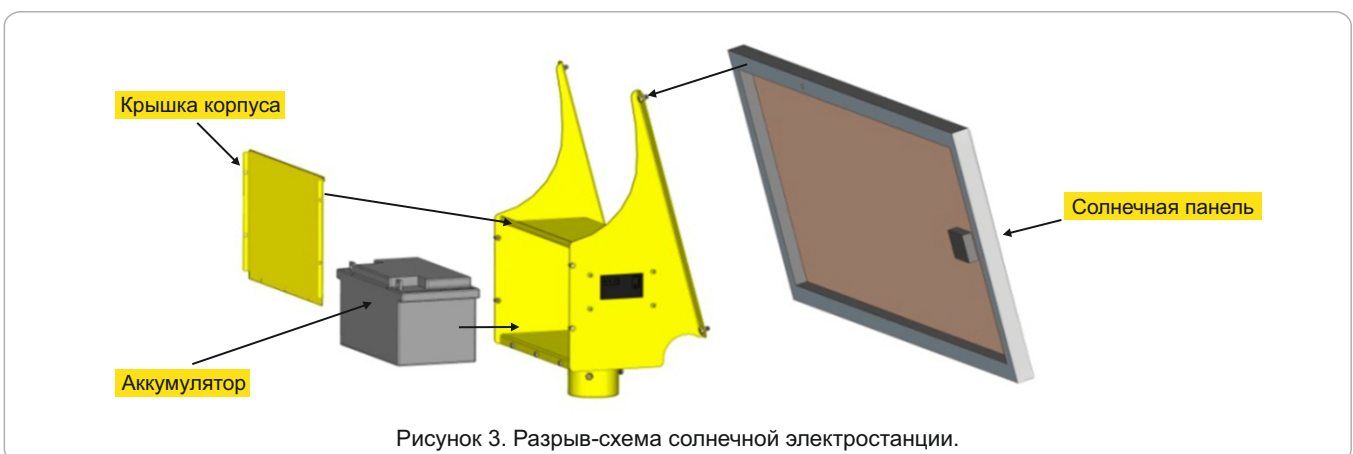

Рисунок 3. Разрыв-схема солнечной электростанции.
**Для сборки солнечной электростанции необходимо (схема-рисунок 3):**